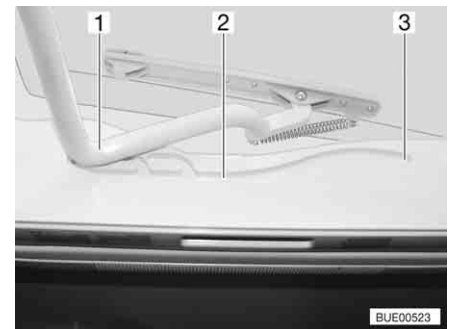

Fig. 59 Lanterneau Heki, glissière
- Tirer l'étrier (Fig. 59,1) dans les glissières (Fig. 59,2) jusqu'à la position la plus reculée (Fig. 59,3).
- Pousser l'étrier (Fig. 59,1) légèrement vers le haut avec les deux mains.
- Tirer l'étrier dans les glissières (Fig. 59,2) jusqu'à la position souhaitée.